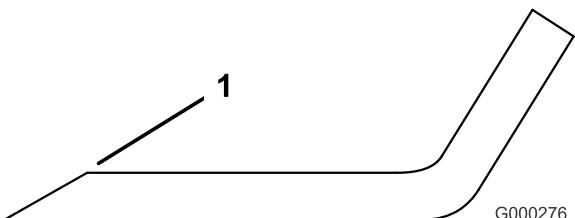

Figura 60
1. Utilice una lima para afilar el filo de corte en ambos extremos de la cuchilla (Figura 60). Mantenga el ángulo original. La cuchilla permanece equilibrada si se retira la misma cantidad de material de ambos bordes de corte.